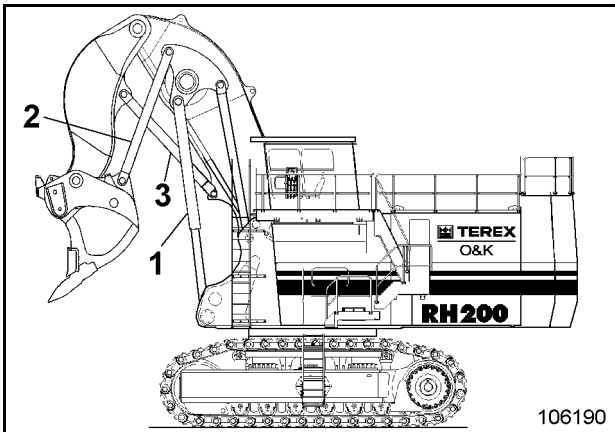
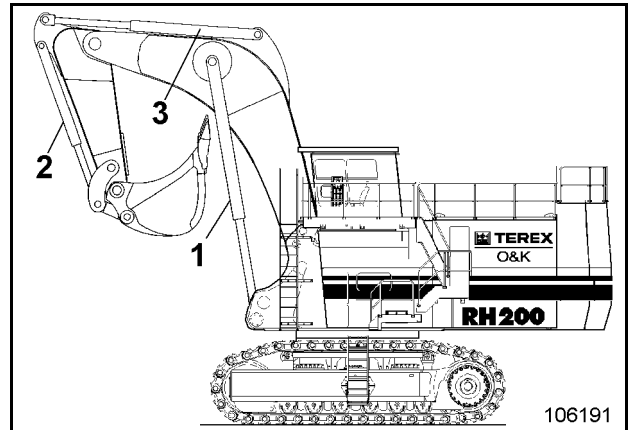

Fig. 2-77:
Fig. 2-78:
- Ausrüstung anheben (Fig. 2-77: und Fig. 2-78:)